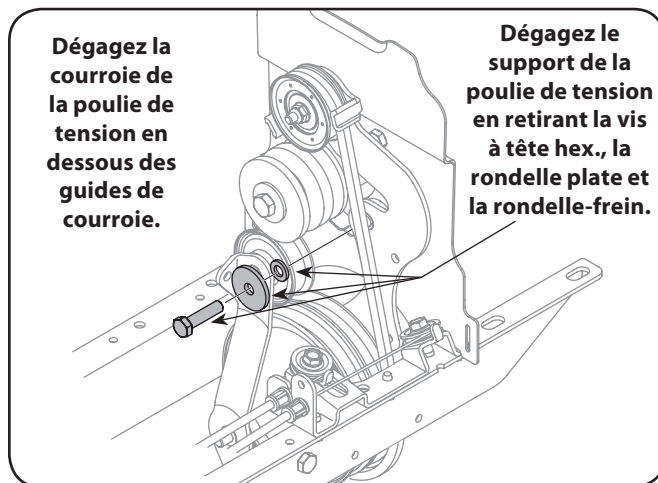

Figure 7-4
- Dégagez le support de la poulie de tension en retirant la vis à tête hex. de 5/16 – 24, la rondelle plate et la rondelle-frein, comme à la Figure 7-4.